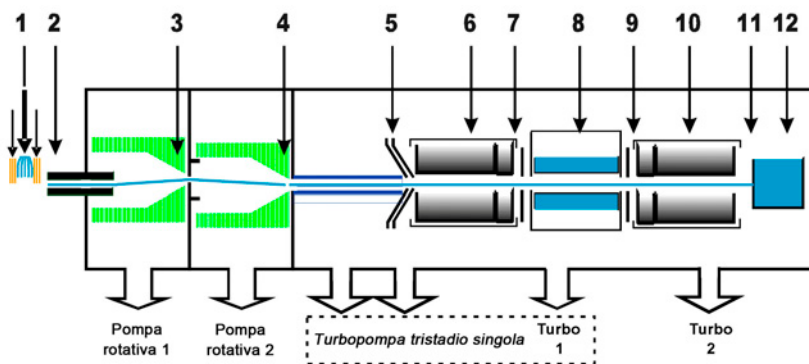

Figura 15 Sorgenti di rumore multiple
Gli spettrometri di massa a triplo quadrupolo producono più sorgenti di rumore, incluso il rumore chimico, elettronico e quello di fondo dei cluster (Figura 15).
Il problema acustico deve essere gestito ai vari stadi della strumentazione, dalla sorgente ionica (1) al rivelatore (10) in Figura 15.
In questa sezione viene descritto nel dettaglio in che modo ciascun componente del sistema MS Agilent serie 6400 a triplo quadrupolo contribuisce alla riduzione del rumore (Figura 15).